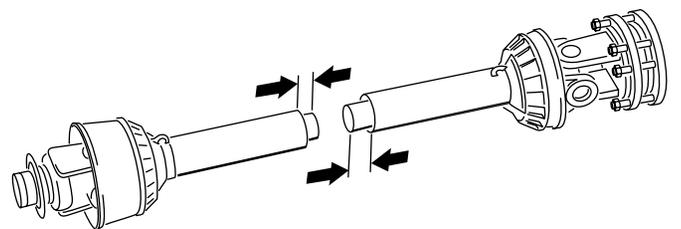

Figure 17
- Séparez les deux moitiés de l'arbre de PDF (Figure 17).
- Mesurez la distance entre l'extrémité de chaque tube et son enveloppe de protection (Figure 17). Notez les mesures ici : _____ et _____.